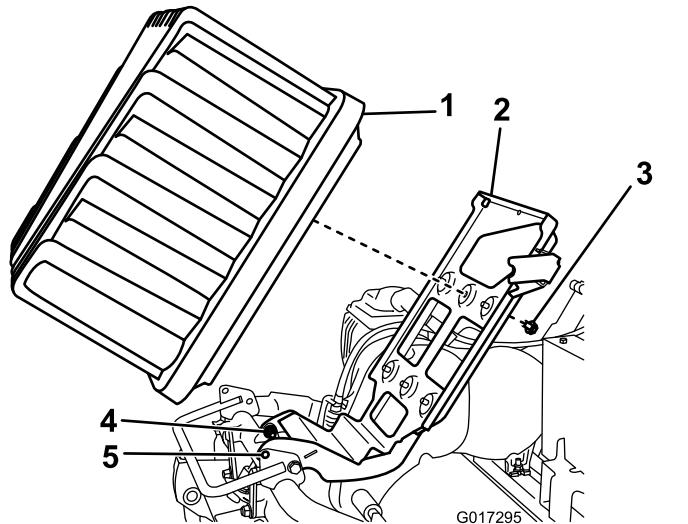

Figure 12
5. Desserrez les 2 boulons/écrous de pivot d'un demi-tour chacun (**Figure 12**).
6. Soulevez la plateforme de la batterie jusqu'à ce que les trous de blocage du socle soient alignés sur ceux du cadre (**Figure 12**).